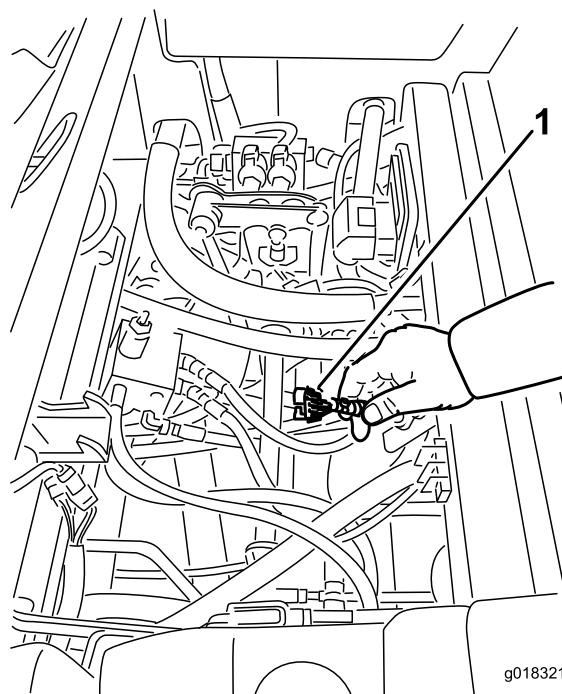

Figura 21
3. Localize os fios e os conectores junto ao controlador (Figura 21).